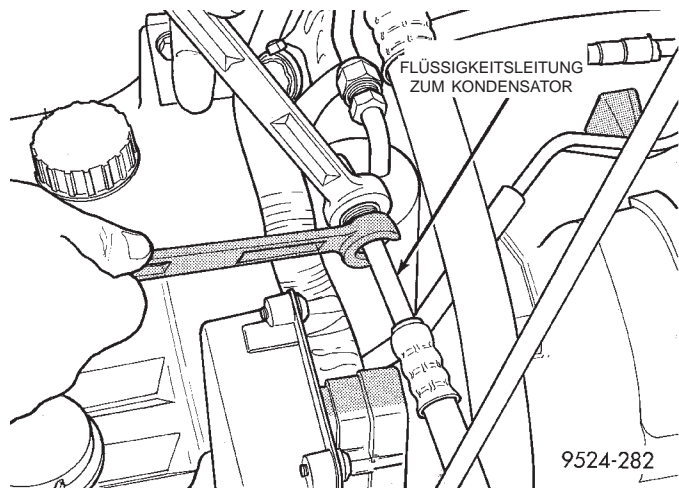

Abb. 52 Flüssigkeitsleitung vom Kondensator
- (1) Mit einer geeigneten Kältemittel-Auffangvorrichtung das Kältemittel aus der Klimaanlage ablassen.
- (2) Flüssigkeitsleitung am Flüssigkeitsbehälter/Trockner vom Kondensator abbauen (Abb. 52).